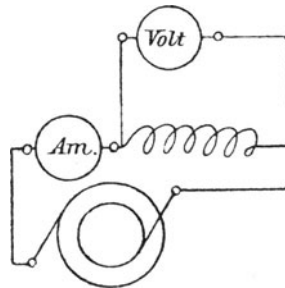

Fig. 104.
250. Zur Bestimmung des Selbstinduktionskoeffizienten wurde in den Stromkreis der Spule eingeschaltet ein Dynamometer Am. und parallel zur Spule ein Voltmeter (Fig. 104). Das erstere zeigte 200 [150] (260)o Ausschlag an, das letztere 50 [48] (38) V. Die Tourenzahl der zweipoligen Wechselstrommaschine wurde zu 2800